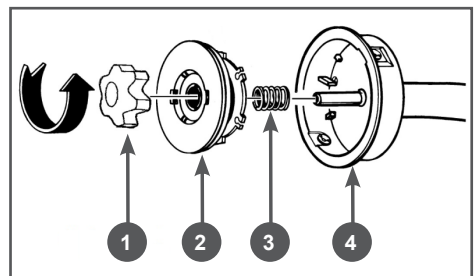

Рис. 9 Снятие триммерной головки
1. Удерживая одной рукой корпус 4 триммерной головки, другой рукой открутите гайку 1 крепления триммерной головки против часовой стрелки и извлеките из корпуса 4 катушку 2 триммерной головки и пружину 3 (Рис. 9). Удалите остатки корда с катушки и очистите ее и детали триммерной головки от грязи и травы. Осмотрите детали триммерной головки на отсутствие повреждений. При обнаружении повреждений замените триммерную головку.